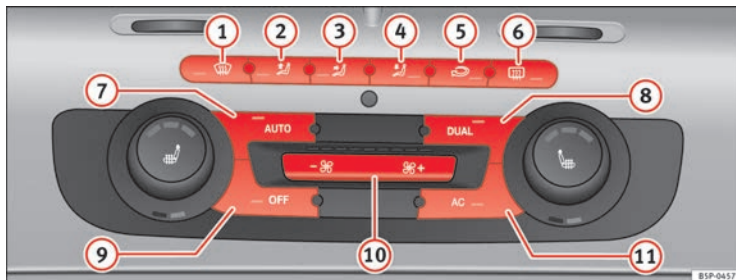

Abb. 134 Bedienelemente der 2C-Climatronic am Kombiinstrument.
- Zum Einschalten des manuellen Betriebs betätigen Sie eine der Tasten ⇒ Abb. 134 ① bis ⑤ oder aber die Gebläsetasten ⑩. Die jeweils eingestellte Funktion wird am Display des Radios bzw. des Navigationssystems angezeigt.
- Drücken Sie die Taste  ⇒ Seite 169, Abb. 134 , um den Umluftbetrieb ein- oder auszuschalten. Bei eingeschaltetem Umluftbetrieb erscheint am Display das Symbol .